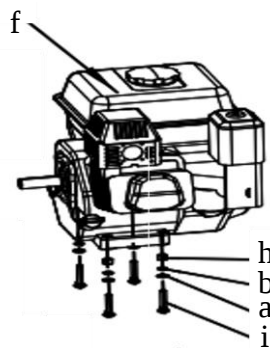

Fig. 3b
- Fixez le moteur à l'aide des contre-écrous (h), des rondelles élastiques (b), des rondelles plates (a) et des boulons de carrosserie (i) fournis. Voir la Fig. 3b.